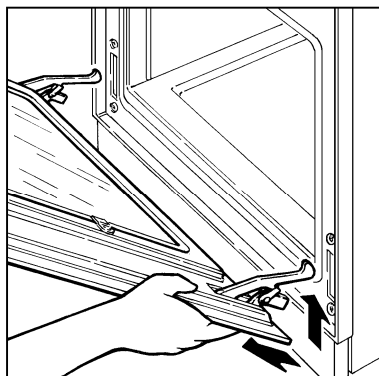

Fig. 4
- alzar un poco la puerta y deshebrarla (Fig. 4).